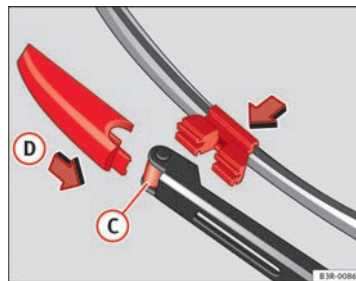

Abb. 171 Wischerblatt befestigen ▶
- Das neue Wischerblatt in die Aufnahme des Scheibenwischerarms ⇒ **Abb. 171 (C)** einsetzen.